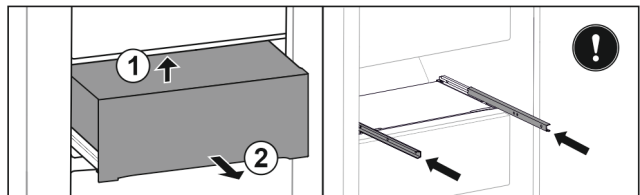

Fig. 52
- ▶ Приподнимите выдвижной ящик сзади снизу. Fig. 52 (1)
- ▶ Извлеките выдвижной ящик движением вперед. Fig. 52 (2)